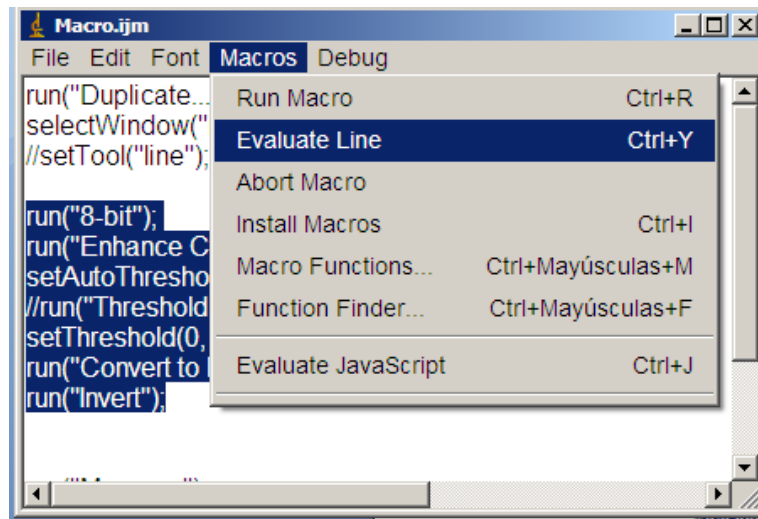

Figura 7 Selección de la segunda parte de la macro para crear el duplicado de la imagen necesario
6. El paso siguiente consiste en seleccionar el segundo bloque de sentencias de la macro y ejecutarlo, seleccionando **“macros”** y luego **“evaluate line”** (ver Figura 7).